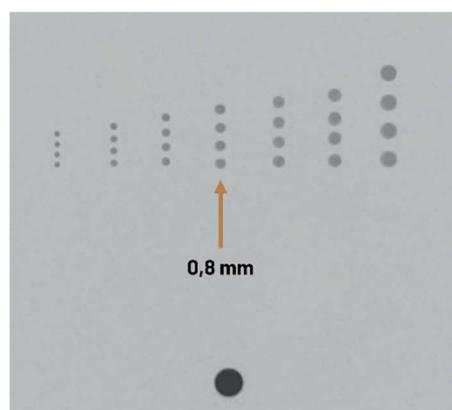

Figure 9 - Alésages de 0.8mm DVT3D
- B. Evaluer, dans l'image reconstruite, la qualité de la visibilité des alésages. Au minimum ceux de 0.8 mm (cf. Figure 9) doit être visible et sans déformation (alésages de même diamètre en vue latéral doivent être droits et parallèles entre eux).